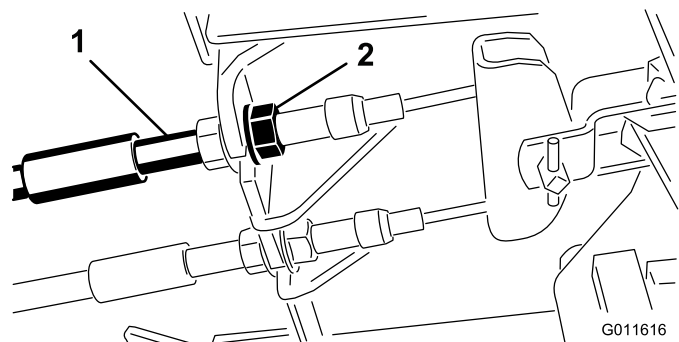

Figura 70
1. Para reduzir a folga dos pedais dos travões, aperte os travões despertando a porca dianteira que se encontra na extremidade roscada do cabo dos travões (Figura 70).